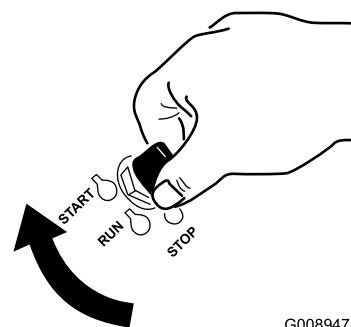

Figura 17
1. Rode a chave da ignição para a posição START (Figura 17).